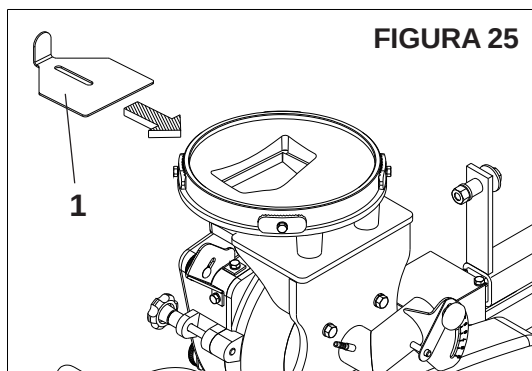

FIGURA 25
- 07 - Feche totalmente a saída do depósito plástico através da chapa (1) **FIGURA 25.**